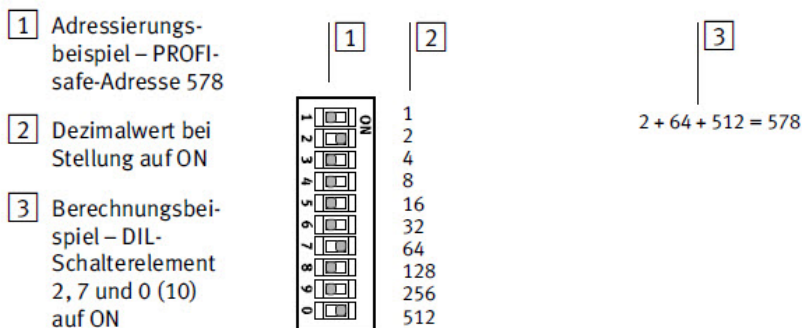

Abb. 30: 10fach-DIL-Schalter zur Einstellung der PROFIsafe-Adresse – binär codiert
3. PROFIsafe-Adresse am 10fach-DIL-Schalter binär kodiert einstellen → Abb. 30.